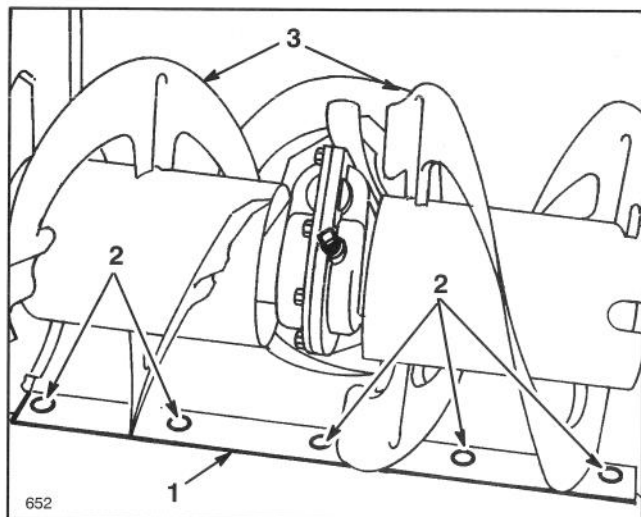

Figure 18
4. Supportez les lames de la tarière (Fig. 18) de manière à ce qu'elles, ainsi que la lame râcleuse, se trouvent à environ 1,5 mm du sol (1/16 de pouce).
5. Vérifiez le réglage de la lame râcleuse. Celle-ci ne doit pas toucher le sol et doit y être parallèle. Pour régler la lame râcleuse, desserrez les (5) vis de montage (Fig. 18), redressez la lame et resserrez les vis.